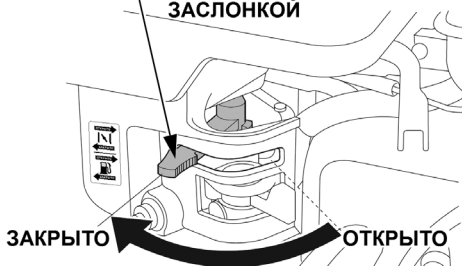

Рис. 7. Рычаг управления воздушной заслонкой
3. Закройте воздушную заслонку карбюратора. Для этого переведите рычаг управления воздушной заслонкой в крайнее левое положение (Рис. 7).